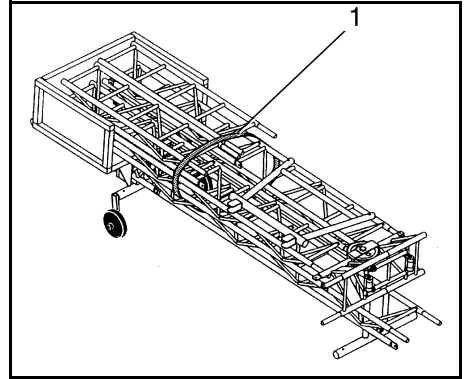

Bild 57 Verpacken der Einzelteile
6. Die Einzelteile können, wie in Bild 57 dargestellt, verpackt werden.